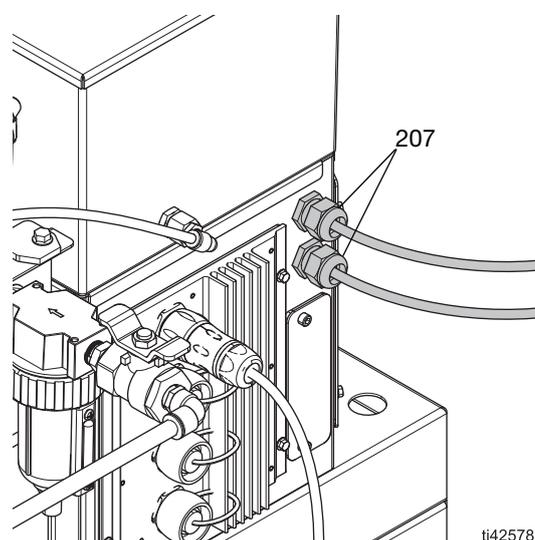

FIG. 12: Posizione del serracavo di I/O
2. Dirigere un cavo multiconduttore attraverso un serracavo di I/O. Vedere FIG. 12.